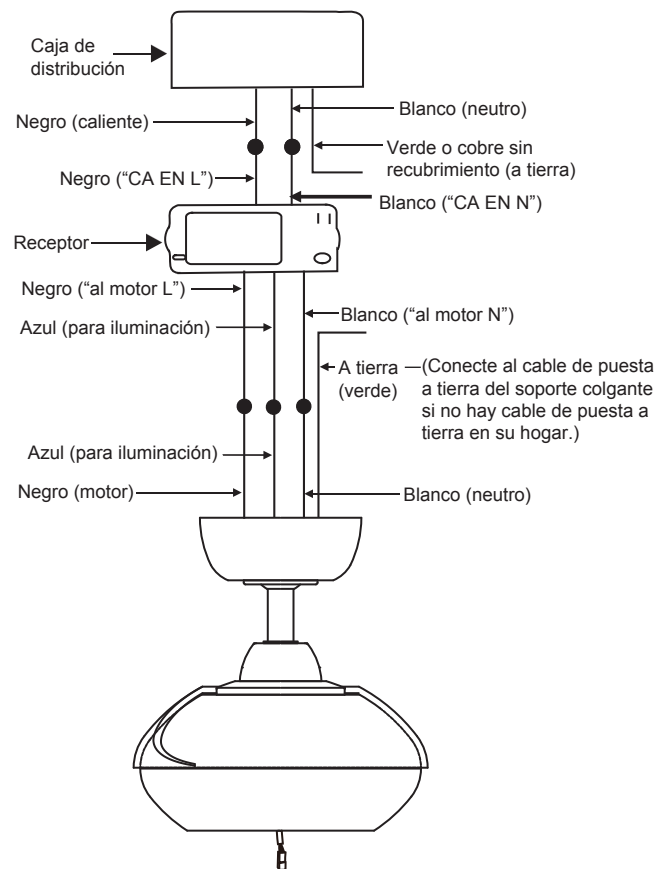

Fig. 14
**Paso 2.** Conexiones eléctricas del motor al receptor: (Fig. 14)
**Paso 3.** (Fig. 14) Conexiones eléctricas del receptor a los cables de alimentación del hogar: Conecte el cable negro (caliente) del cielorraso al cable negro marcado como "AC in L" (CA en L) del receptor. Conecte el cable blanco (neutro) del cielorraso con el cable blanco marcado como "AC in N" (CA en N) del receptor. Asegure las conexiones de cables con las tuercas plásticas para cable proporcionadas.
**Paso 4.** (Fig. 14). Si su caja de distribución tiene un cable de puesta a tierra (verde o cobre sin recubrimiento), conéctelo a los cables de puesta a tierra del ventilador; en caso contrario, conecte el cable de puesta a tierra del soporte colgante al soporte de montaje. Asegure la conexión eléctrica con una tuerca de plástica para cable proporcionada. Después de haber conectado los cables, sepárelos de manera que el cable verde y el cable blanco queden de un costado de la caja de distribución y el cable azul y el cable negro queden del otro costado.